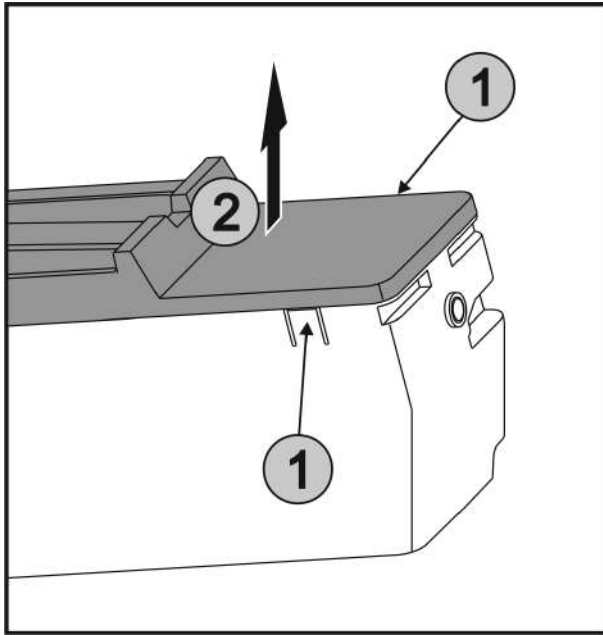

Fig. 41
- ▶ Laschen Fig. 41 (1) an den beiden Seiten von EasyTwist-Ice gleichzeitig drücken und die Abdeckung Fig. 41 (2) nach oben entnehmen.